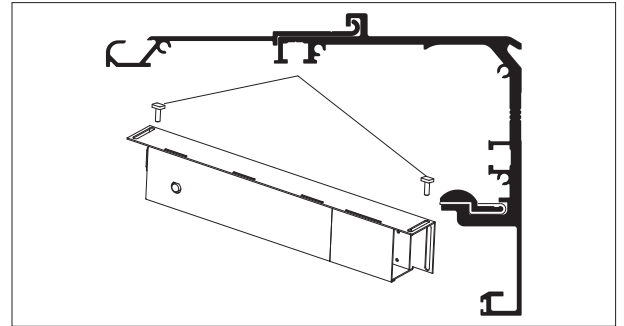

Рис. 6
2. Закрепите контроллер в несущем профиле привода (рис. 6).